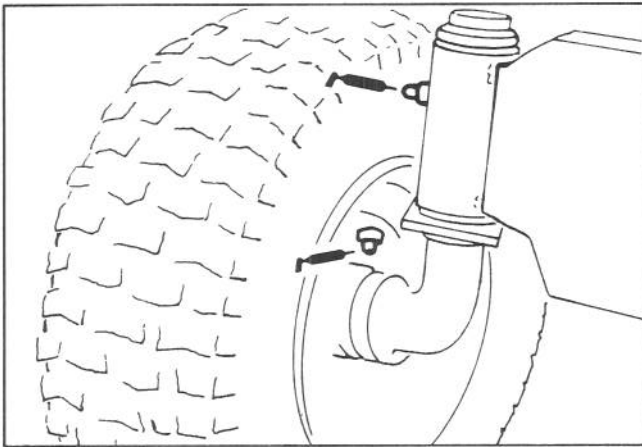

Figure 8
1. Essuyer les graisseurs sur les fusées et les roues (Fig. 8), à l'aide d'un chiffon propre. Gratter la peinture qui pourrait se trouver à l'avant des graisseurs.
2. Graisser les deux fusées des essieux avec de la graisse universelle No. 2 (Fig. 8). Continuer à ajouter de la graisse à l'aide du pistolet graisseur, jusqu'à ce qu'elle déborde de la fusée. Essuyer tout excès de graisse.
3. Graisser les deux roues avant avec de la graisse universelle No. 2 (Fig. 8). Appuyer environ quatre fois sur le pistolet graisseur. Essuyer toute graisse qui aura coulé.